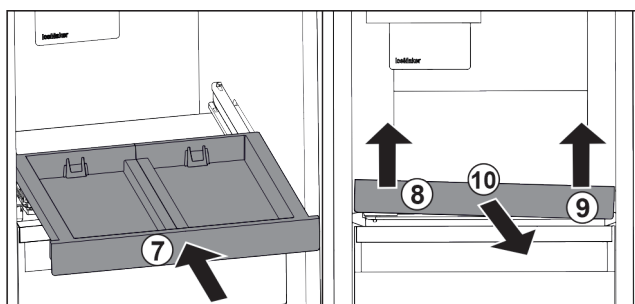

Fig. 171
- Вставити витяжну панель. Fig. 171 (7)
- Підняти витяжну панель спереду ліворуч. Fig. 171 (8)
- Підняти витяжну панель спереду праворуч. Fig. 171 (9)
- Витяжну панель витягнути вперед. Fig. 171 (10)